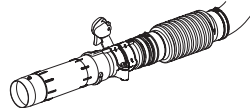

Рис. 6
- Установите промежуточную трубу (Рис. 6).